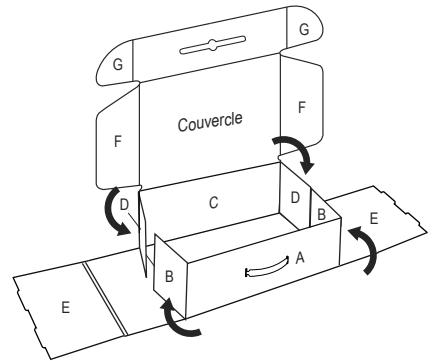

Figure 3
3. Pour former les côtés de la boîte, pliez les rabats E vers le haut et par dessus les rabats B et D. Inserez-les ensuite dans les fentes sur le fond. (Voir Figures 3 et 4)